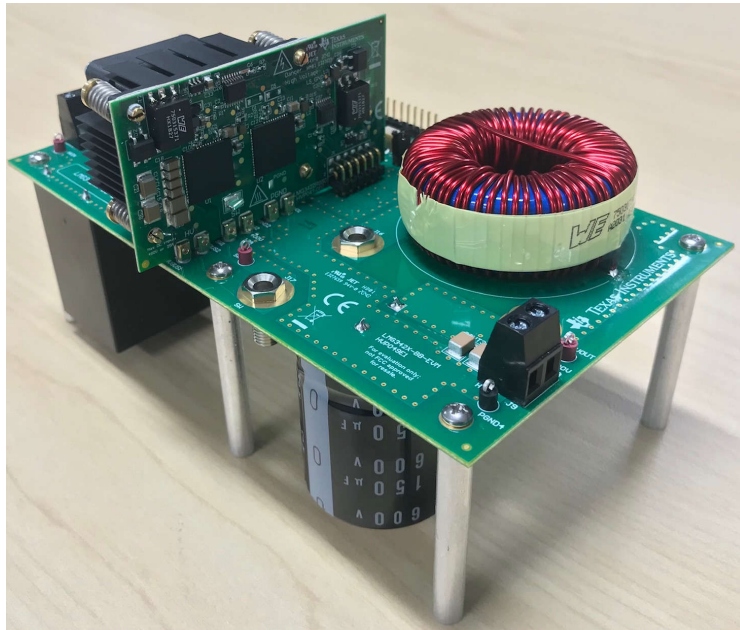
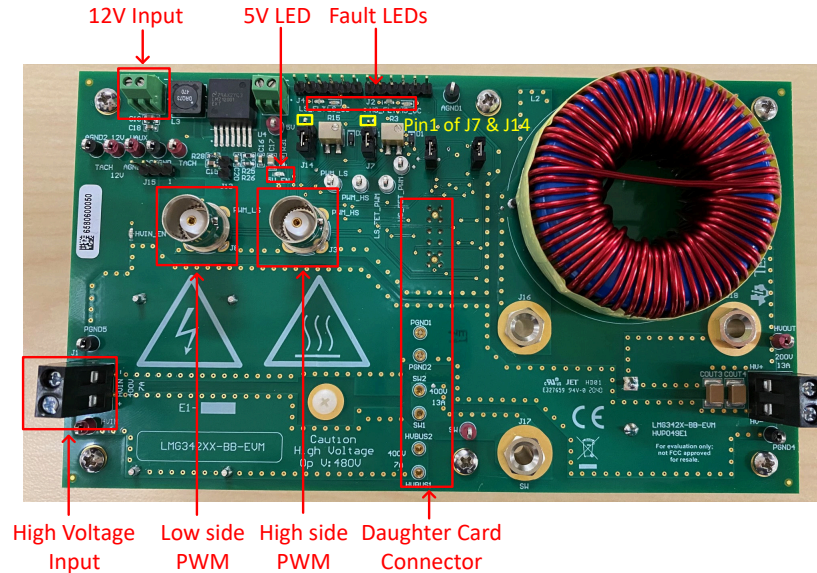

图 2-5. 带有 LMG2650EVM-100 的 LMG342X-BB-EVM 主板
图 2-6. LMG342X-BB-EVM 上的连接器和 LED
1. 将 LMG2650EVM-100 连接到 LMG342X-BB-EVM，如步骤 2 中所示；请参阅图 2-5。主板上的连接区域如图 2-6 所示。
6. 如果两个具有死区时间的互补 PWM 信号提供给了 J3（高侧 PWM）和 J8（低侧 PWM），请连接接头 J7 和 J14 的引脚 1 和引脚 2（J7 和 J14 的引脚 1 在图 2-6 中指示）。这样，两个 PWM 信号可直接控制高侧和低侧器件。
9. 将信号发生器的输出连接到 LMG342X-BB-EVM PWM 输入，如图 2-6 中所示。
10. 将 12V、2A 直流电源连接到 LMG342X-BB-EVM 12V 辅助电源，如图 2-6 中所示。
11. 将高压电源连接到 LMG342X-BB-EVM 高压输入以用于降压模式，如图 2-6 中所示。